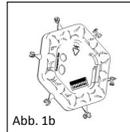
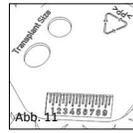

Abb. 1b
Abb. 11
■ **Abb. 1b/11** Die eingearbeiteten Schablonen auf der Rückseite der Sizer Disk (Abb. 1b) zeigen die Minimalgröße des Transplantates zur Unterfütterung des Trommelfells (Abb. 11). Oval: Bei ovaler Prothesenkopfplatte. Rund: Bei runder Prothesenkopfplatte.
■ **Abb. 11** Die Millimeterskala dient allgemeinen Vergleichsmessungen, die im Rahmen einer Mittelohroperation hilfreich sein können. Grundsätzlich kann die Rückseite auch als Ablage oder Präparationsfeld für diverse Vorgänge, wie z.B. der Transplantatbearbeitung oder Zwischenlagerung, verwendet werden.
■ **Fig. 1b/11** The integral templates on the back of the sizer disk (Fig. 1b) correspond to the minimum size of the graft for lining the tympanic membrane (Fig. 11).
■ **Fig. 11** The millimetre scale is used for general comparative measurements, which might be useful during a middle ear operation. Basically, the back can also be used as storage space or a preparation field for various processes, such as working on the graft or for temporary storage.